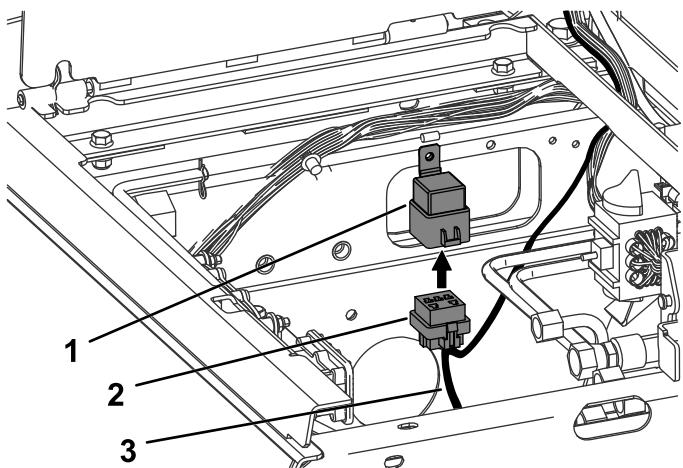

Figura 27
- 8. Collegate il connettore del relè al relè, come illustrato nella Figura 27.